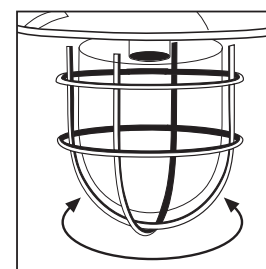

Figura 6
- Para las unidades con vidrio atornillable, destornille el vidrio en sentido contrahorario, coloque la(s) bombilla(s) y atornille nuevamente el vidrio (ver la figura 6 ó 7).